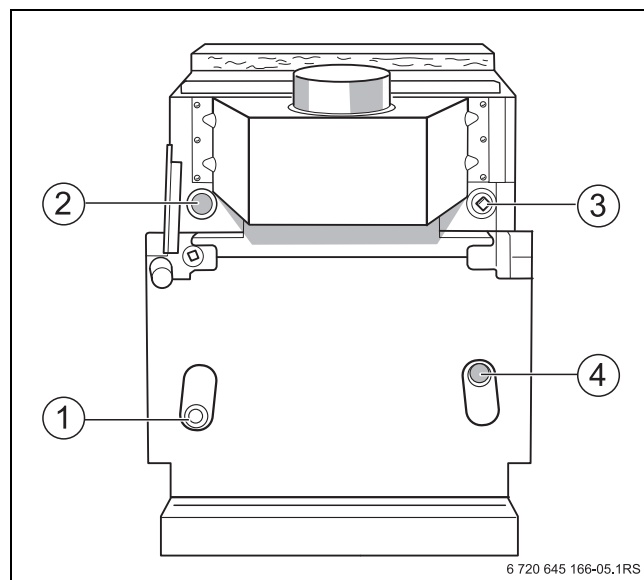

Рис. 13 Подключение водяного контура
- ▶ Подсоедините предохранительные устройства потребителя к штуцеру подключения предохранительной подающей линии VSL (→ рис. 13, [3], стр. 17).